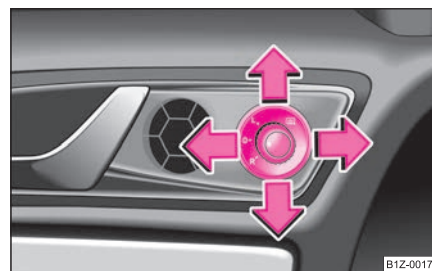

Fig. 58 Parte interior de la puerta: Botón giratorio
- Gire el botón giratorio a la posición  ⇒ página 67, fig. 58.
Si el botón giratorio se encuentra en la posición  ⇒ página 67, fig. 58 y se acopla la marcha atrás, la superficie del espejo retrovisor se abatirá un poco hacia abajo. De ese modo, será posible ver el bordillo durante el aparcamiento.